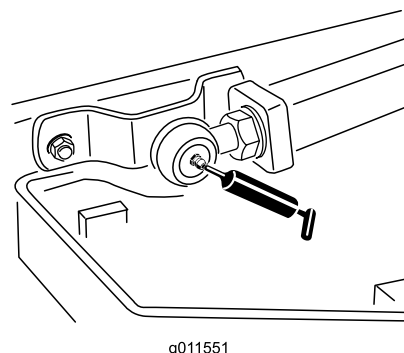

Figura 45
- Rótulas de los brazos de elevación (2) (Figura 45)